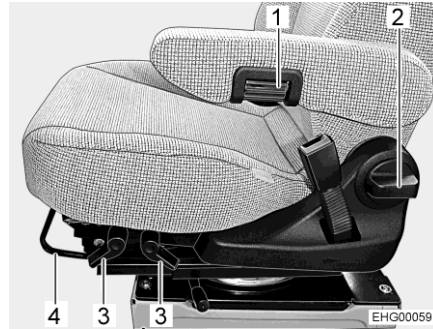

Bild 20 Stolinställning (Aguti GIS Liner)
- Drag upp bygel (Bild 20,4).
- Drag motsvarande spak (Bild 20,3) uppåt.
- Vrid (Bild 20,2) handtaget.
- Vrid på det räfflade hjulet (Bild 20,1) för att göra fininställningen. Beroende på vridriktning lutar armstödet framåt eller bakåt.